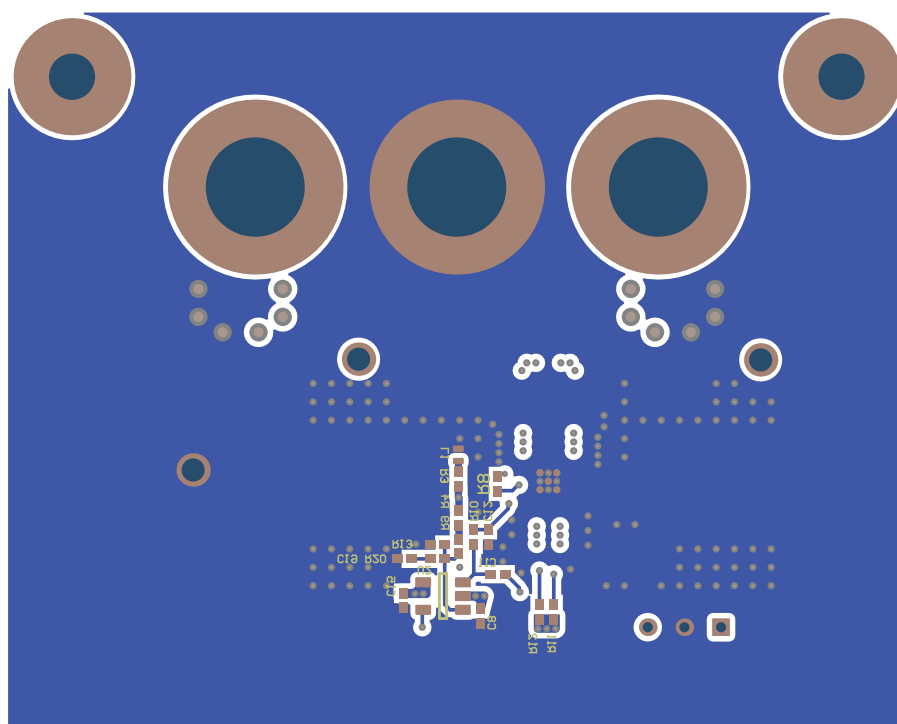

图 8-12. 布局示例：底层
- **高精度信号路径：**由精密运算放大器和分立式元件组成，信号路径可以调整和移动，以优先满足前述两点。在图 8-12 中，精密元件放置在 PCB 的另一侧，如 BUF802 所示。